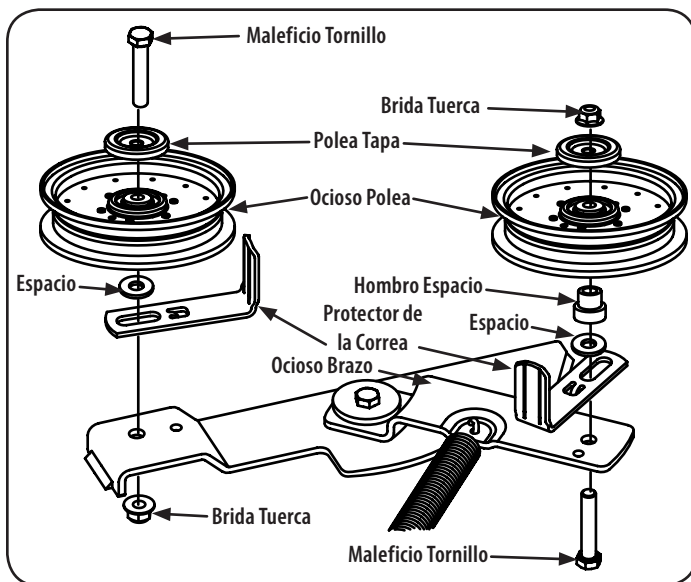

Figura 38
- Coloque la correa alrededor de las poleas locas que quitó en el paso 3 con el lado "V" hacia adentro. Una vez en su lugar, vuelva a instalar todo el hardware y apriete la tuerca de seguridad con brida para fijar el conjunto. Ver Figura 38.
- Coloque la correa como se muestra en la Figura 38 y vuelva a instalar la cubierta (consulte Instalación de la plataforma)